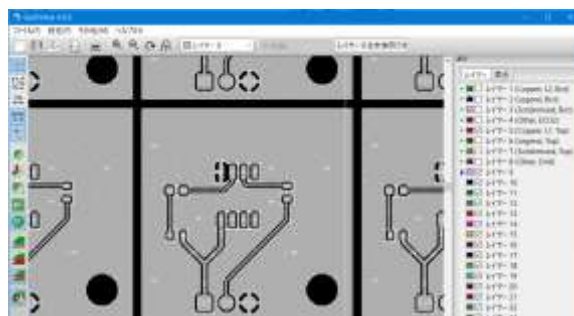

図 12-3
(3) 基板製造データの確認 図 12-3
- ① KiCad マネージャから  「GerbView」を起動します。
- ② 上ツールバー  「現在のレイヤーに新規のガーバーファイルを…」をクリックします。